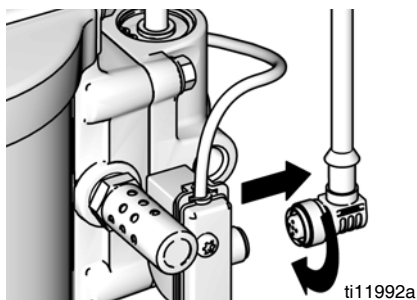

Рис. 33. Отсоединение модуля DataTrak
1. Отвинтите кабель с задней стороны герконового реле. См. Рис. 33.